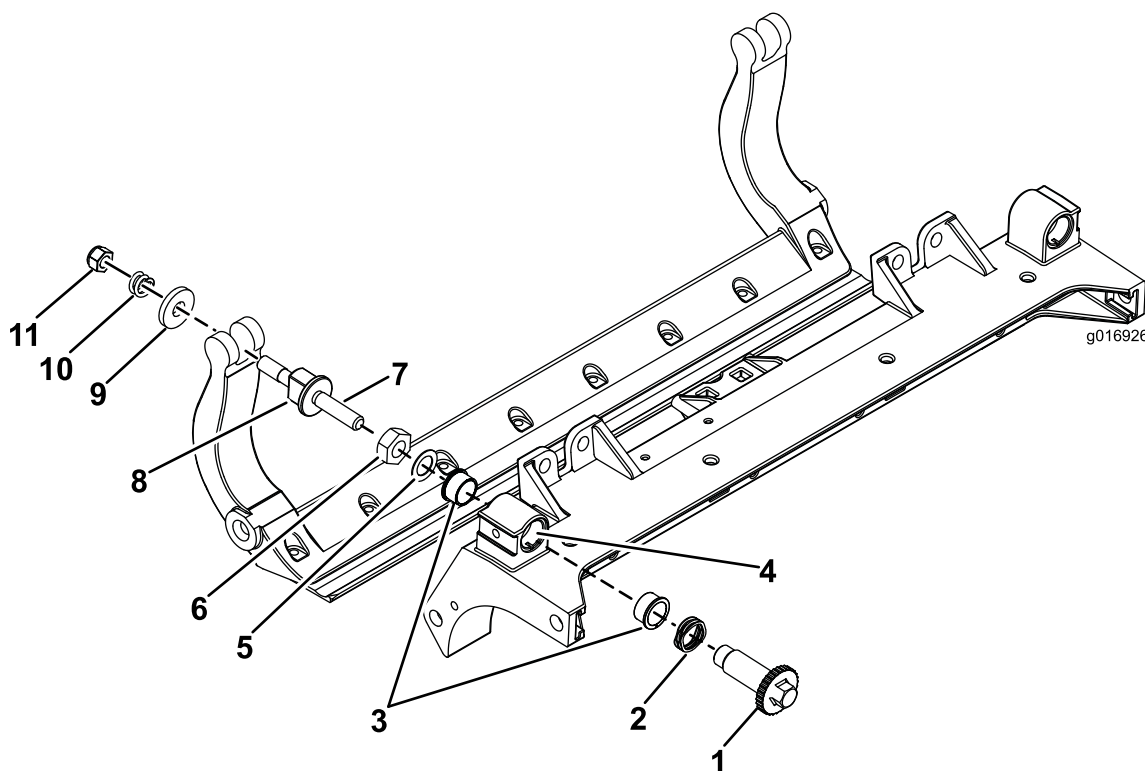

Figura 36
1. Retire todas as peças (consulte as *Instruções de instalação* do Kit DPA HD e a Figura 36).
2. Aplique composto antigripagem no interior da área dos casquilhos na estrutura central da unidade de corte (Figura 36).
3. Alinhe as chaves nos casquilhos das flanges com as ranhuras na estrutura e instale os casquilhos (Figura 36).
4. Instale uma anilha ondulada no veio do ajustador e deslize o veio para os casquilhos da flange na estrutura da unidade de corte (Figura 36).
5. Prenda o veio ajustador com uma anilha plana e porca de bloqueio (Figura 36).
12. Coloque uma anilha de aço no exterior de cada uma das arruelas de nylon (Figura 36).
Nota: As anilhas podem ter uma folga interna (Figura 36).
15. Aperte a porca em cada conjunto de ajustador da barra de apoio até que a mola de compressão esteja totalmente comprimida e, em seguida, desaperte a porca $\frac{1}{2}$ volta (Figura 36).